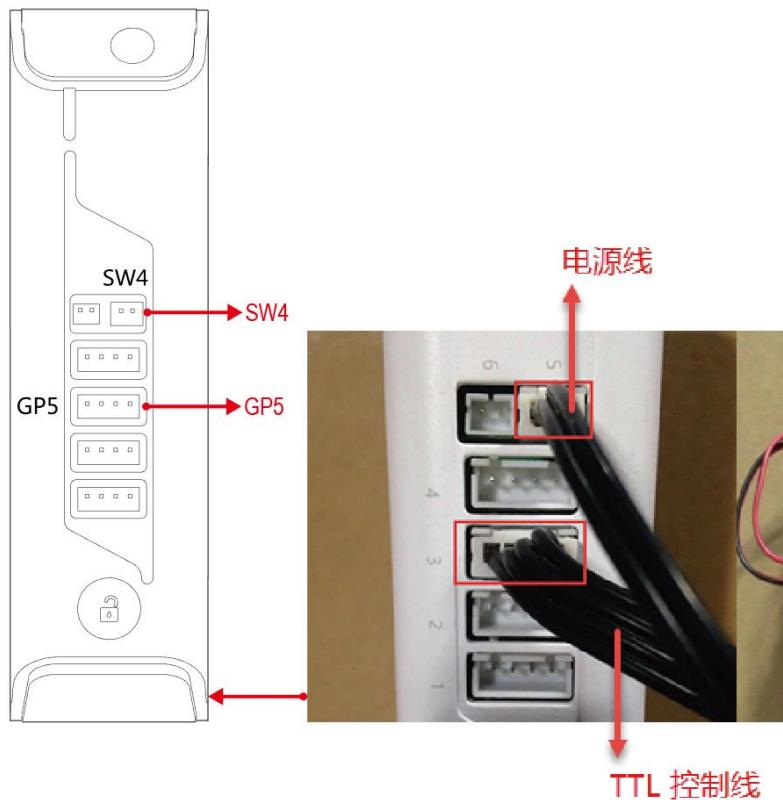

图 5.59 连接 SW4 和 GP5 接口
**步骤 2** 将12V的电源线接入小臂的“SW4”接口，TTL控制线接入小臂的“GP5”接口。安装效果如图 5.59所示。